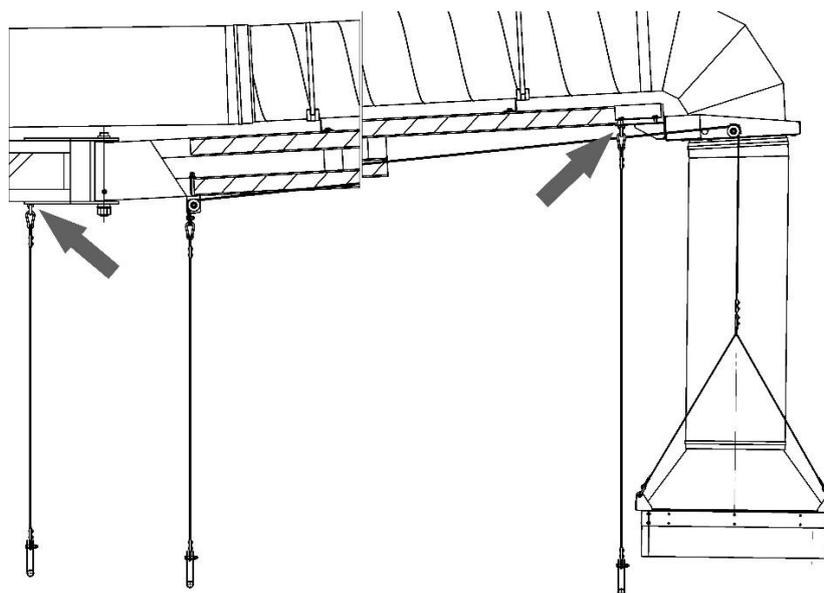

Рисунок 16 – Крепление тросов управляющих
4.10.4 Закрепить второй трос управляющий для UKL-4,5 на кольце, приваренному к внутренней балке, для UKL-6, UKL-8 рым-гайке, закреплённой на балке внутренней (рисунок 16). Третий трос управляющий закрепить на рым-гайке, ранее установленной при креплении опорного кронштейна.